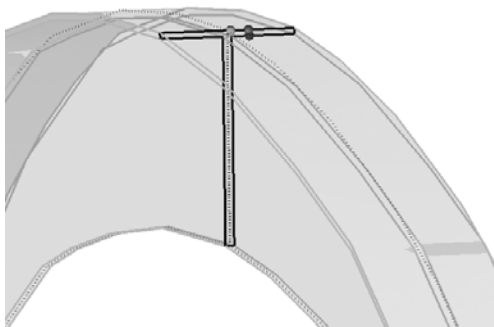
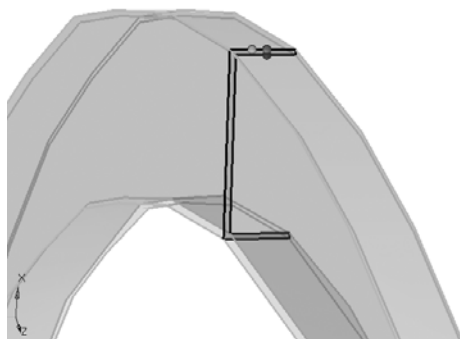

图 7-6 N1、N2、N3 创建一个截面的投影平面
图 7-7 创建 U 形框截面
- (1) 在模型浏览器中，选中 frame_solid，右击选择 isolate。
- (2) 选择 1D>HyperBeam>solid section。
- (3) 确保黄色选项框为 surfs，cross section plane 为 project to plane。
- (4) 在图形区域中，选择任一 T 形截面框的截面。
- (5) 在所选的截面上用 project to plane 中的 N1、N2、N3 创建一个截面的投影平面，平面的法向指向框的路径方向，如图 7-6 所示。
- (6) 单击 create 按钮，弹出 HyperBeam 的截面模型面板。
- (7) 在浏览树中选择 auto_solidsection.2，右击 Rename，将其重命名为 section_T。
- (8) 选择 File>Exit 退出。
- (9) 重复 (2) ~ (8) 步，选择 U 形截面框，创建 U 形框截面，并重命名为 section_U，如图 7-7 所示。